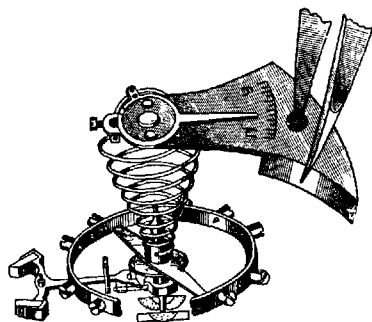

Рис. 155. Загальний вигляд приладу для перевірки ходу годинника (ППЧ-4).
15. Установка балансу з мостом (рис. 155). Міст балансу тримають пінцетом і піднімають вгору. Спіраль, витягнувшись воронкою, піднімає баланс за собою. Повертаючи міст в потрібний бік, опускають баланс вниз на платину, слідкуючи за тим, щоб еліпс ввійшов у паз вилки, а нижня цапфа осі балансу ввійшла в отвір каменя.